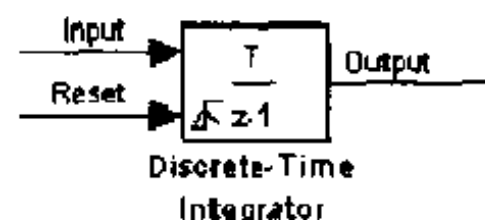

图 7.44 模块的触发端口示意
(5) 状态复位。模块能将它的状态重新设置为基于外信号的初始条件。为了使模块重新设置状态, 须选择 External reset 选项之一, 触发器端口出现在模块输入端口的下方, 并显示触发器类型, 如图 7.44 所示。